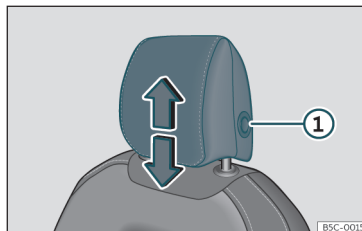
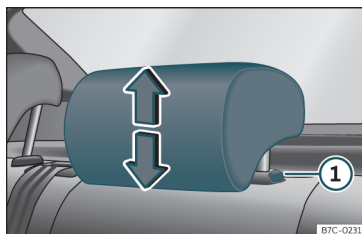

Fig. 106 Sedile anteriore: regolazione del poggiatesta.
Fig. 107 Poggiatesta posteriore: regolazione del poggiatesta.
agire analogamente, premendo il tasto laterale ① >>> **fig. 106** >>> **fig. 107**.
- Premere il pulsante laterale >>> **fig. 106** ① e rimuovere il poggiatesta.